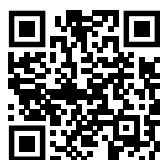

Fig. 89
- ▶ Nyissa meg a Liebherr SmartMonitoring Dashboard oldalt. (lásd Fig. 89)